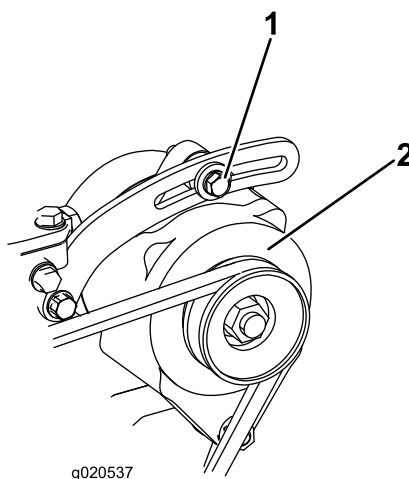

Figure 74
Vérifiez l'état et la tension de la courroie (Figure 74) toutes les 100 heures de fonctionnement.
2. Si vous n'obtenez pas une flèche de 10 mm ($\frac{3}{8}$ po), desserrez les boulons de fixation de l'alternateur (Figure 74). Augmentez ou diminuez la tension de la courroie et resserrez les boulons. Contrôlez de nouveau la flèche de la courroie pour vérifier si la tension est correcte.